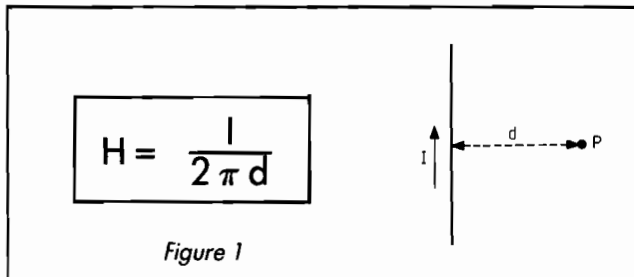

Figure 1
- à un point p placé à une distance d en mètres (m) d'un conducteur de courant (fig. 1) ;